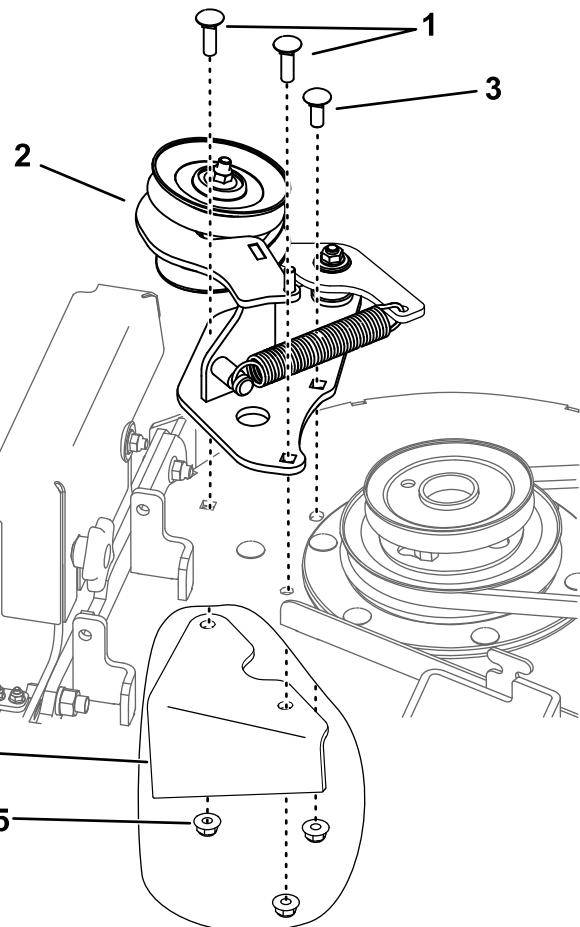

Bild 5
3. Befestigen Sie die Spannscheibe mit den drei vorher entfernten Muttern, einer Schlossschraube (3/8" x 1 1/4") und zwei Schlossschrauben (3/8" x 1") am Mähwerk (Bild 5).
Schlossschraube (3/8" x 1¼") und zwei Schlossschrauben (3/8" x 1") am Mähwerk (Bild 5).